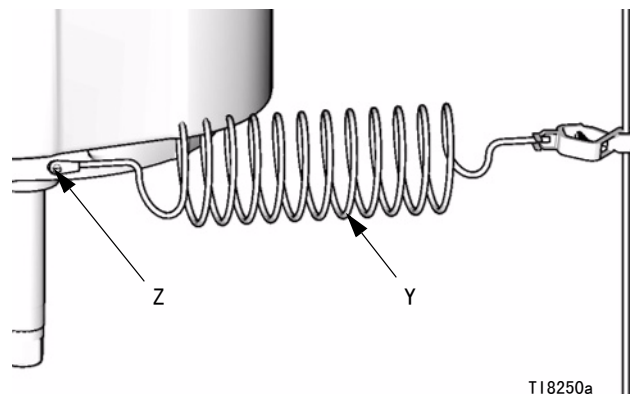

图 1
**泵：**使用马达上的接地螺钉（Z）和锁紧垫圈固定接地导线 244524（Y）。牢牢拧紧螺钉。将接地导线的另一端连接到实际接地端。参见图 1。